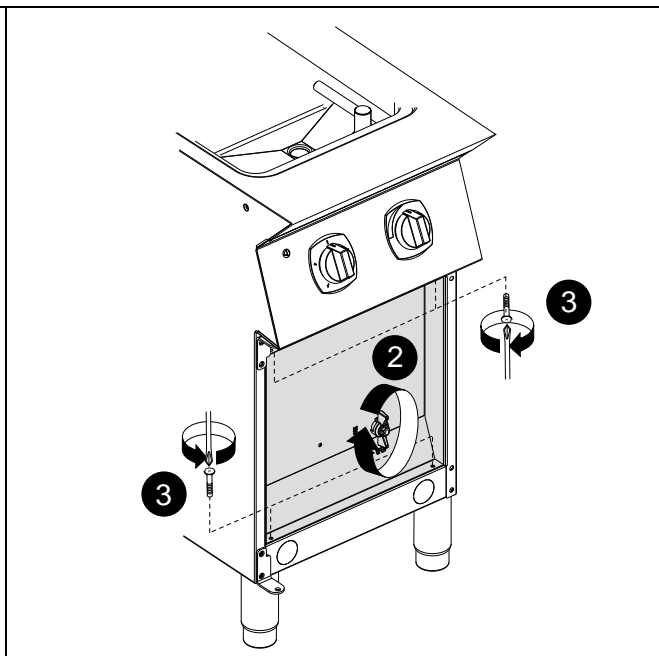

FIG. 2
- Skriva ur skruven "A" (se FIG. 2).
- Lösa skruven "A" (se FIG. 2).
2. Skruva loss vredet på dräneringsventilen (se detalj 2 —FIG. 2).
3. Skruva ur skruvarna och avlägsna kontrollpanelen (se detalj 3 —FIG. 2).